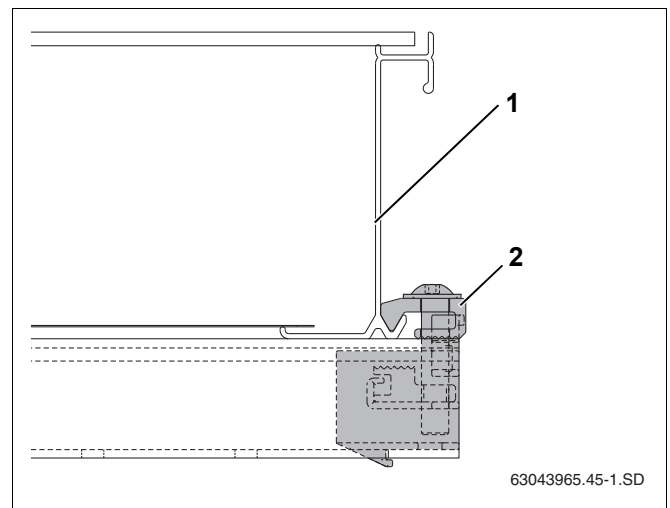

Рис. 43 Установленный односторонний зажим
- ▶ Осторожно сдвиньте коллектор (рис. 43, поз. 1) к одностороннему зажиму и выровняйте в горизонтальной плоскости.
- ▶ Ключом SW5 закрутите зажим (рис. 43, поз. 2).
Теперь прижим (рис. 43, поз. 2) находится в нижней кромке коллектора.